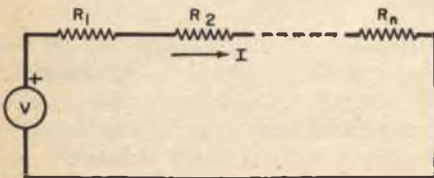

Fig. 12
**A) Resistori in serie** - Consideriamo  $n$  resistori collegati in serie (fig. 12). Applicando la legge di Kirchhoff per la tensione,  $V = I(R_1 + R_2 + \dots + R_n) = IReq$ , nella quale  $Req = R_1 + R_2 + \dots + R_n$  è la resistenza equivalente. La resistenza equivalente di un certo numero di resistori in serie è uguale alla somma dei singoli resistori.